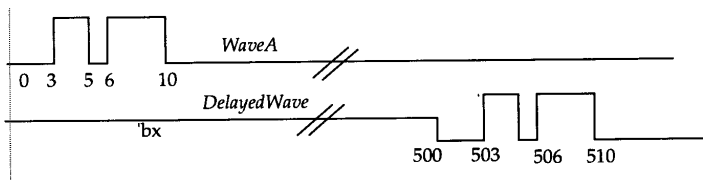

图12-6 传输时延实例
*always*语句中包含带有语句内时延的非阻塞性赋值。WaveA上的任何变化以后都会使*DelayedWave*在延迟*TRANSPORT_DELAY*时获得调度。结果在WaveA上出现的波形在被延迟*TRANSPORT_DELAY*后出现在*DelayedWave*上；这种时延波形的实例如图12-6所示。